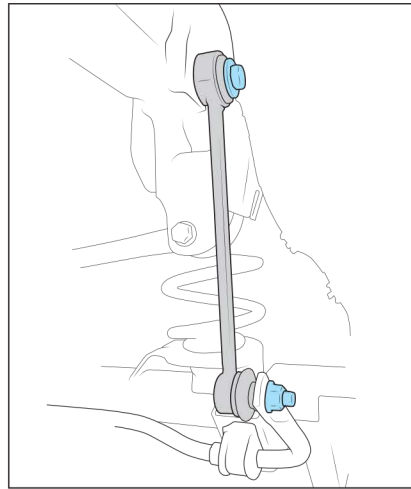

Abbildung 6
9. Entferne die Koppelstangen. Bewahre die oberen Befestigungsschrauben auf (Abb. 6).